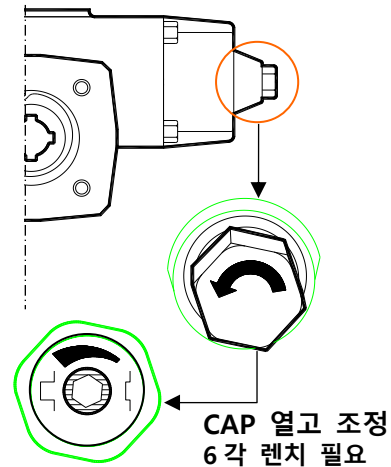

Figure 3.8 [F/O Stroke Limiter]
- 2) MHPWS-QNN 를 계속 Open 시켜도 밸브가 Full Open 되지 않을 때에는 MHPWS-QNN 를 약간 Close 시킨 후에 **Figure 3.8** 와 같이 유압실린더의 Open 방향 Plug Cap 을 열고, Stroke Limiter 를 반 시계 방향으로 풀어준다.